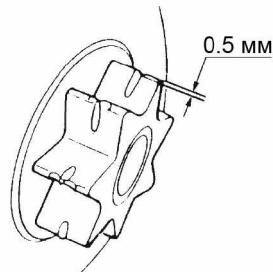

Рис. 21.
5. Ведущая звездочка (см. Рис. 21).